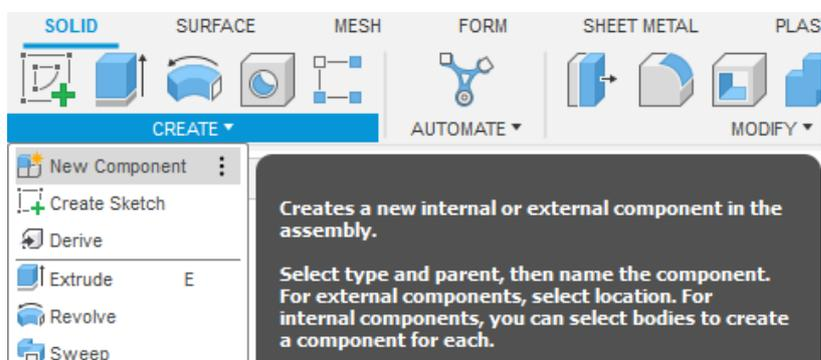

Рис.12.1. Створення нових компонентів
1) Використовуйте команду New Component для створення компонентів на початку процесу проектування, перш ніж розпочинати створення геометрії (рис. 12.1).